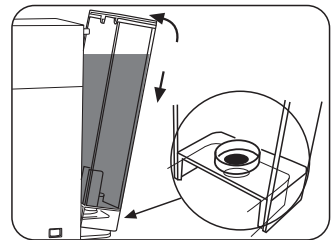

Fig.3
- Volver a introducir el depósito inclinándolo ligeramente y apoyándolo en la válvula del agua. Presionar la parte superior en la máquina hasta sentir un disparo. A fin de evitar salidas de agua, controlar que el depósito esté fijado (Fig.3)